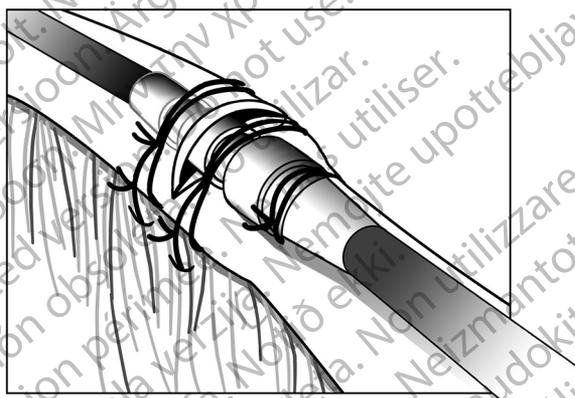

Figura 13. Exemplo de manga de sutura, técnica de venotomia
3. Utilizando a mesma ranhura, fixe o electrocatéter e a veia à fáscia adjacente (Figura 13 Exemplo de manga de sutura, técnica de venotomia na página 35).